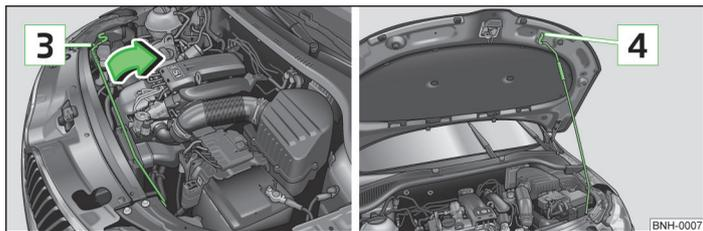

Fig. 133 Asegurar el capó del vano motor
- Retirar la varilla de apoyo desde la fijación  » fig. 133 en el sentido de la flecha y asegurar el capó abierto colocando el extremo de la varilla en el orificio .
- Levantar un poco el capó del vano motor y desenganchar la varilla de apoyo. Introducir la varilla de apoyo en la fijación prevista para tal fin  » fig. 133.